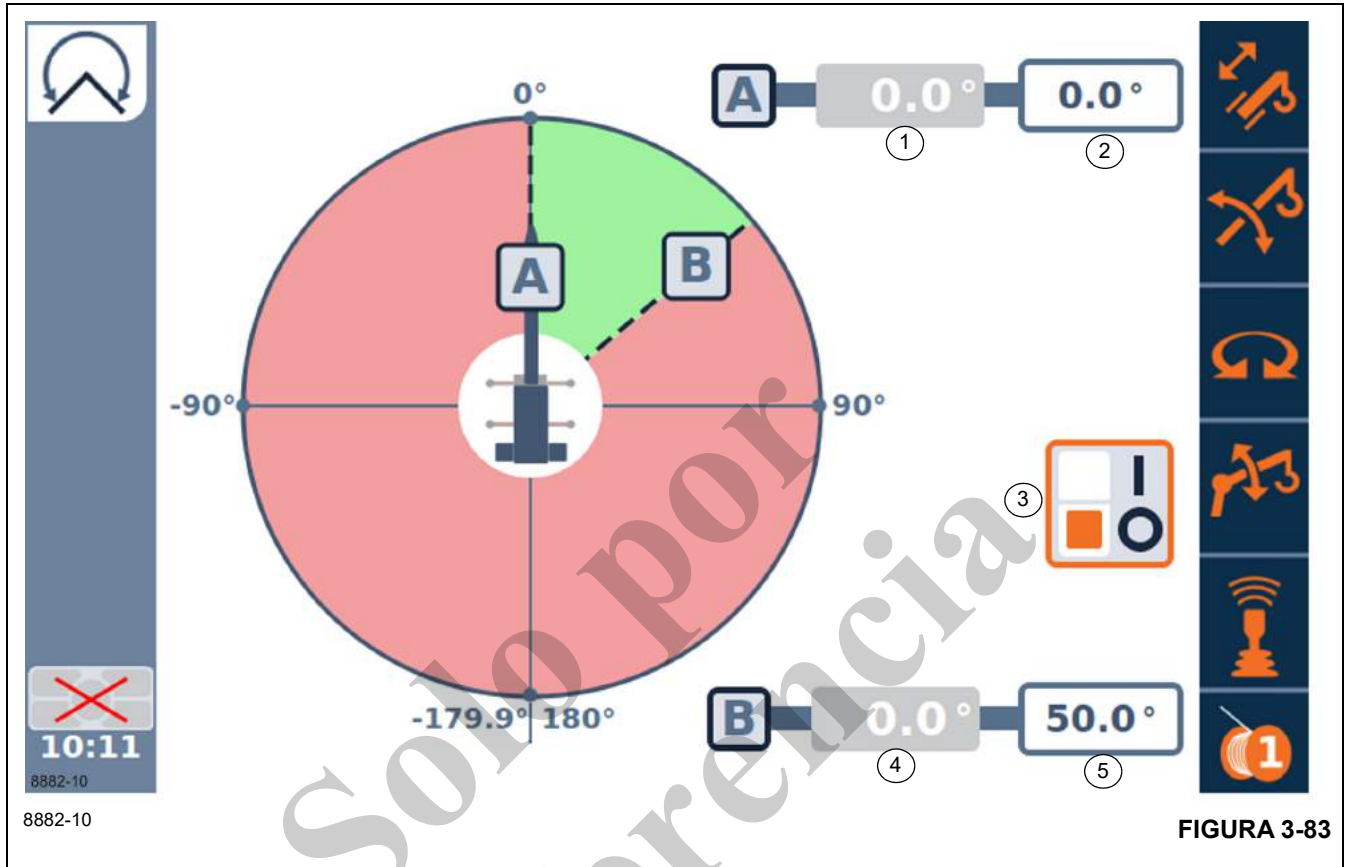

FIGURA 3-83
El menú de ángulo de giro (Figura 3-83) permite al operador establecer los límites para los ángulos en los que la pluma puede funcionar.
1. Seleccione la vista de menú de ángulo de giro (Figura 3-83) en la pantalla de menú principal.
2. Use la función de flecha derecha para resaltar el símbolo de interruptor (3).
4. Use la función de flecha derecha para resaltar el valor de ángulo A de giro máximo (2). Use un botón aceptar para empezar a ingresar el valor. Use la flecha arriba, la flecha abajo o el cuadrante selector para cambiar el valor (en décimos) al valor de ángulo de giro que se desea. Use un botón aceptar para finalizar la introducción del valor. **Tenga en cuenta** que la pluma puede estar ahora en la limitación (dependiendo del valor introducido), por lo tanto, las alarmas pueden estar activas. Ahora puede alejar la pluma de la altura actual para apagar la alarma, si es necesario.
1. Seleccione la vista de limitación de giro (Figura 3-83) en la pantalla de menú principal.